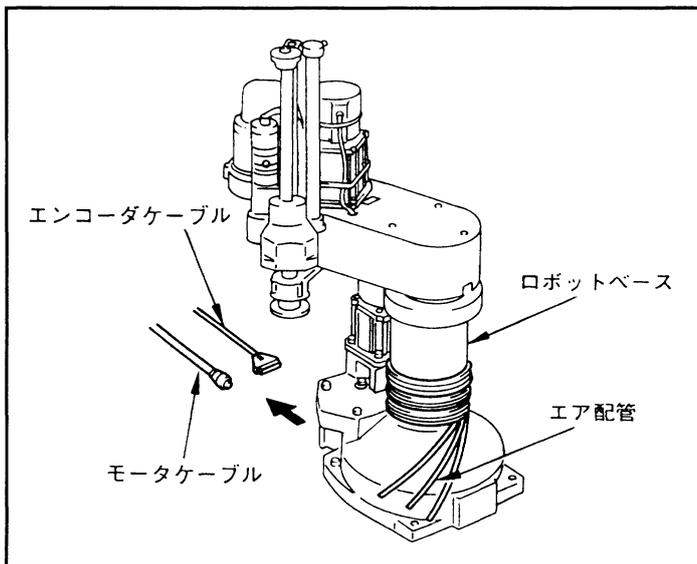

図5-55 エア配置の処置
- ①モータケーブルおよびエンコーダケーブルはロボット本体からはずしてください。
- ②エア配管を図5-55のようにロボットベースに巻き付けてください。